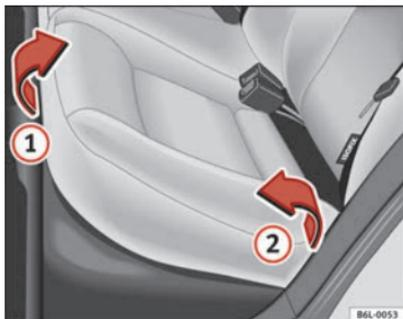
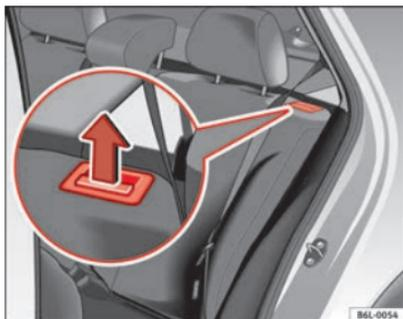

Fig. 74 Rabattement de l'assise arrière
Fig. 75 Touche de déverrouillage du dossier arrière
- Tirez la partie avant de l'assise ⇒ fig. 74 ① vers l'avant dans le sens de la flèche.
- Soulevez l'assise ② vers l'avant dans le sens de la flèche.
- Tirez la touche de déverrouillage ⇒ fig. 75 dans le sens de la flèche et basculez le dossier vers l'avant.